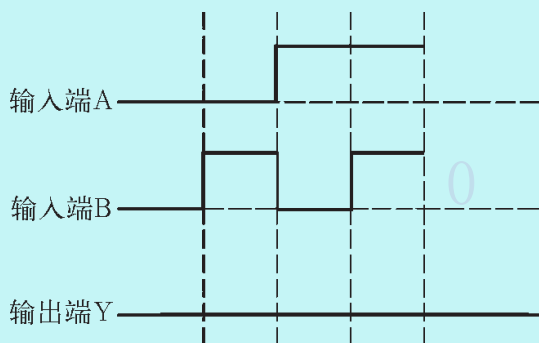

图 2.42 两个输入端与非门的电路波形图
1. 完成两个输入端与非门的波形图（图2.42）和真值表（表2.11）。